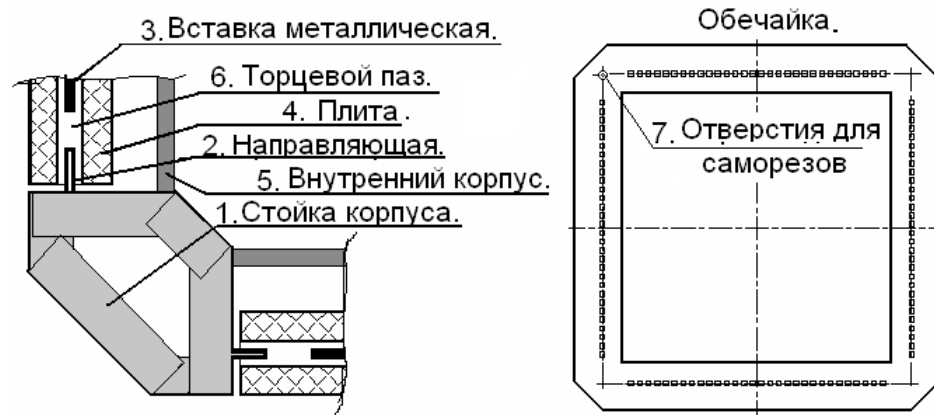

Рис.1. Установка плит
5.4. Для «Премьеры М» в камне, Вариант 2, установить плиты (4) торцевыми пазами (6) в направляющие (2) стоек наружного корпуса, фиксируя их, металлическими вставками (3) (см.рис.1).